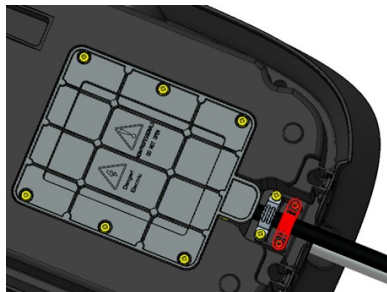

Abbildung 9: Kabelfachdeckel und Kabelklemme
- Das eingehende Kabel durch die wasserbeständige Kabelmuffe an der Unterseite der Wallbox führen (Abbildung 9).
- Die Kabelklemme mit zwei Schrauben M4x12 festziehen. Je nach Dicke des eingehenden Kabels gibt es zwei mögliche Montagepositionen für die Kabelklemme (Abbildung 9).